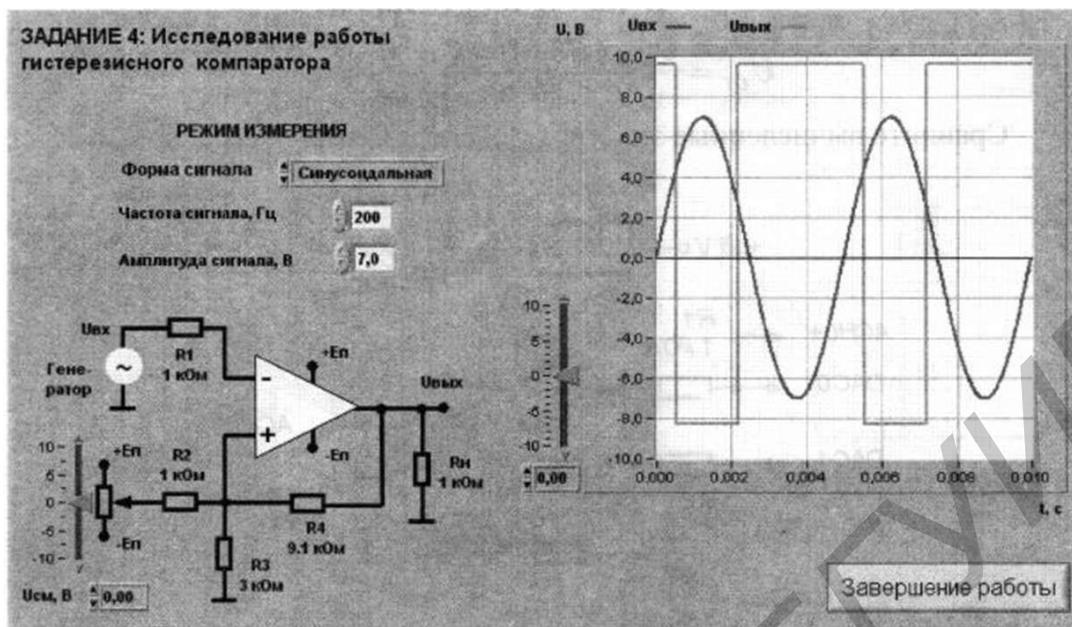

Рис. 16.7. Лицевая панель ВП лабораторной работы №16 при выполнении задания 4
5. Нажмите на передней панели ВП кнопку «Перейти к заданию 4», на экране появится лицевая панель ВП, необходимая для выполнения задания 4 (рис. 16.7).